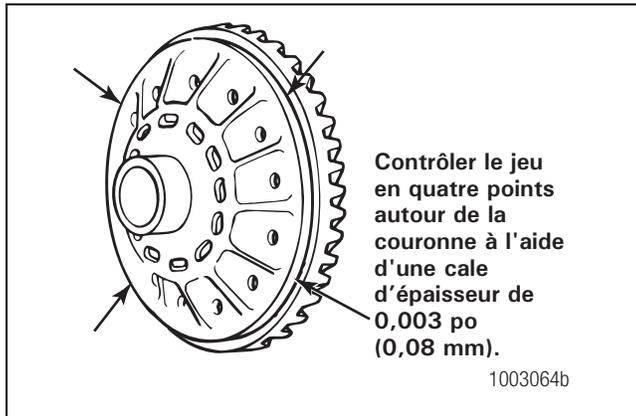

Figure 5.40
7. Utiliser une cale d'épaisseur de 0,003 po (0,08 mm) pour contrôler le jeu entre la face arrière de la couronne et le flasque du demi-boîtier. Contrôler le jeu en quatre points autour de la couronne. Figure 5.40.